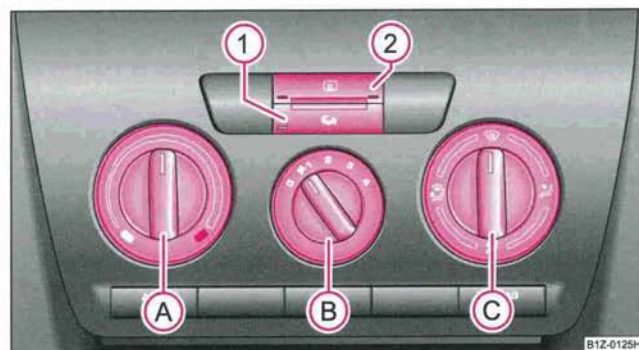
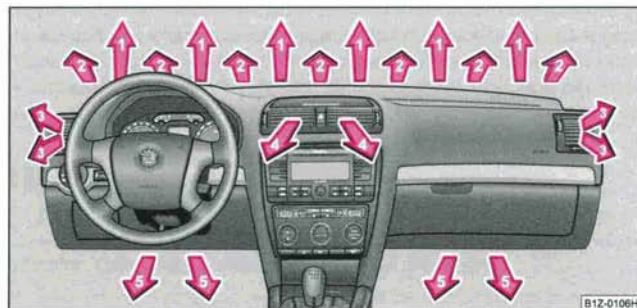
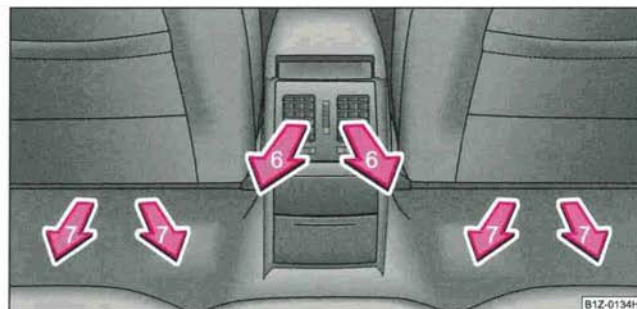

Fig. 117 Chauffage: Eléments de commande
Fig. 118 Diffuseurs d'air avant
Fig. 119 Diffuseurs d'air arrière
- Faites tourner le régulateur rotatif **A** ⇒ fig. 117 vers la droite pour augmenter la température.
- Régulateur rotatif (A) ⇒ page 123, fig. 117 à fond vers la droite
- Bouton (B) du ventilateur sur position 4
- Régulateur de diffusion d'air (C) sur la position
- Diffuseurs d'air 3 ⇒ page 126, fig. 118 ouverts et orientés vers la vitre latérale.
- Régulateur rotatif (A) ⇒ page 123, fig. 117 à fond vers la gauche
- Bouton (B) du ventilateur sur la position souhaitée
- Ouvrir les diffuseurs d'air 3 et 4 ⇒ page 126, fig. 118
- Appuyez sur la touche  - le témoin s'allume dans la touche ⇒ page 123, fig. 117.
La circulation d'air de recyclage s'arrête automatiquement si l'on met le régulateur de diffusion d'air (C) sur la position  ⇒ page 123, fig. 117. En réappuyant plusieurs fois sur la touche , vous pouvez réenclencher le recyclage de l'air dans cette position également.
Le flux d'air des divers diffuseurs se règle au moyen du régulateur rotatif **C** ⇒ page 123, fig. 117. Les diffuseurs d'air **3**, **4** ⇒ fig. 118 et **6** ⇒ fig. 119 peuvent être ouverts et fermés séparément.
Selon la position du régulateur rotatif **A** ⇒ page 123, fig. 117 et les conditions climatiques, l'air sortant des diffuseurs est réchauffé ou non.